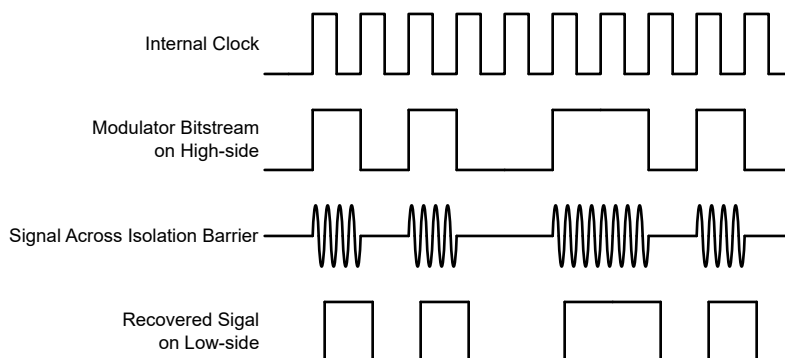

図 7-1. OOK ベースの変調方式
図 7-1 に示されているように、AMC0381R は、オン / オフ キーイング (OOK) 変調方式を使用して、変調器の出力ビットストリームを、SiO₂ ベースの絶縁膜間で伝送します。送信ドライバ (TX) をに 機能ブロック図 示します。TX は、内部で生成された高周波キャリアを絶縁バリア越しに送信し、デジタル 1 を表現します。ただし、TX はデジタル 0 を表す信号を送信しません。AMC0381R で使用されるキャリアの公称周波数は 480MHz です。